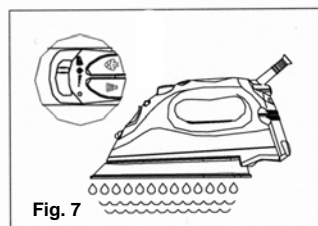

Fig. 7
Le fer léger professionnel SHARK est doté d'un arrêt automatique électronique. L'arrêt automatique électronique éteint le fer s'il est immobile, peu importe sa position (de côté, à plat ou debout), pendant environ 7 à 9 minutes. Un témoin rouge sur le panneau d'affichage à DEL clignote lorsque le fer s'éteint (fig. 7). Pour remettre le fer en marche, vous n'avez qu'à brasser le fer d'un côté à l'autre à plusieurs reprises jusqu'à ce que la lumière d'alimentation soit allumée de nouveau. Ajustez de nouveau la température au réglage désiré.
5. Tournez la commande variable de vapeur complètement vers la droite jusqu'à la position d'autonettoyage et tenez le fer à l'horizontale, au-dessus de l'évier. (Fig. 7)